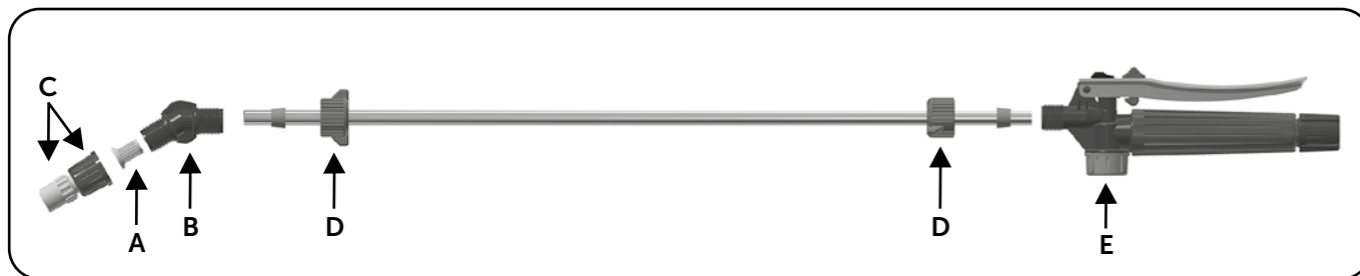

Figura 7. Sequência de montagem da lança de pulverização.
Retire o conjunto, lança e bico de pulverização, da embalagem que se encontra dentro da caixa do equipamento e proceda a montagem conforme as etapas descritas abaixo (Figura 7):
**Lubrificação da Válvula de descarga S3 (Figura 18):** Proceda o desencaixe dos itens D e E (Figura 7) e através de um tubo adicione 3 gotas de óleo de motor na saída da válvula (Figura 18) permitindo a lubrificação da agulha completa (item 65).